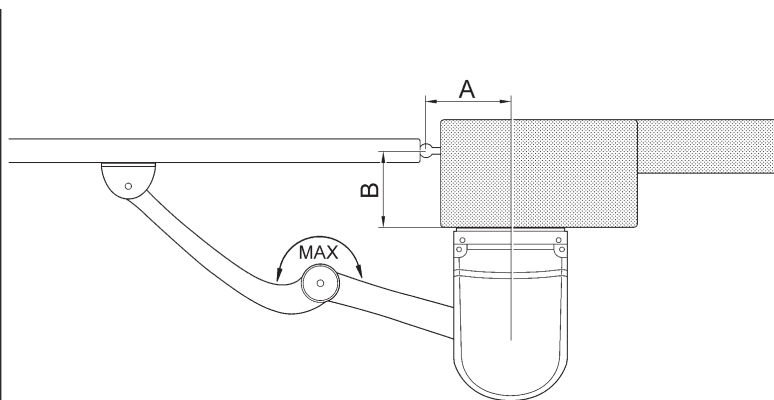

Рис. 5
2.3) Установка (Рис.5)
Монтаж кронштейна на створке выполняйте на максимальном удалении от столба ворот, разведя рычаги как можно шире (Рис.5). Фиксацию кронштейна выполняйте сваркой или крепежом, подобранным в зависимости от материала створки.